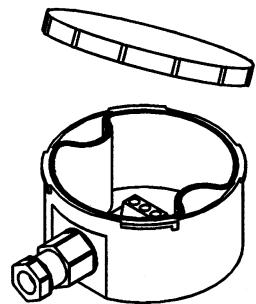

Figure 4 - Figur 4
- 1 - Unscrew the plastic cover by turning it anticlockwise to access the terminal board and the fixing holes (fig. 4).
1 - Skru plastikdækslet af ved at dreje det mod uret for at få adgang til klembrættet og monteringshullerne (fig. 4).